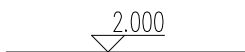

图 2-50 单管标高
调用单管标高命令，可以标注或修改所选的管线或立管的标高。如图 2-50 所示为单管标高的操作结果。单管标高命令的执行方式有：
下面以图 2-50 所示的单管标高结果为例，介绍调用单管标高命令的方法。
③ 重复执行 DGBG 命令，即可按照上一步所定义的标高参数对指定的管线进行标注，结果如图 2-50 所示。